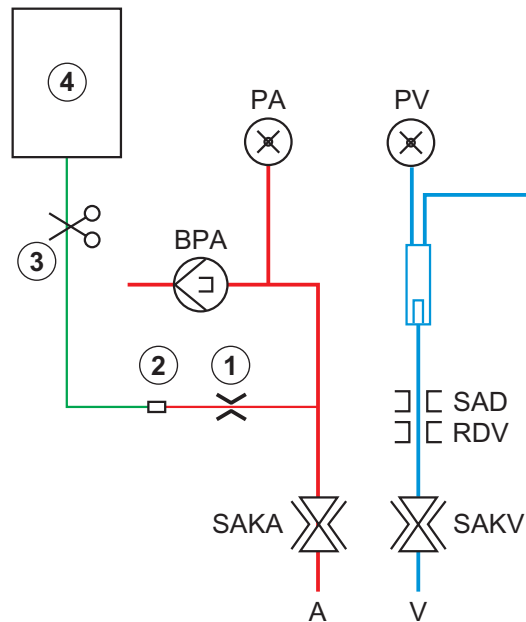

Fig. 6-10 Opsætning til arteriel bolus
Ved brug af en HD-maskine skal infusionsslangen tilsluttes til en NaCl-pose via Y-adapteren på blodslangesystemet (se Fig. 6-10 Opsætning til arteriel bolus (144)).
3. Sæt infusionsposen med fysiologisk saltopløsning fast (Fig. 6-10, ④) på infusionsstangen.